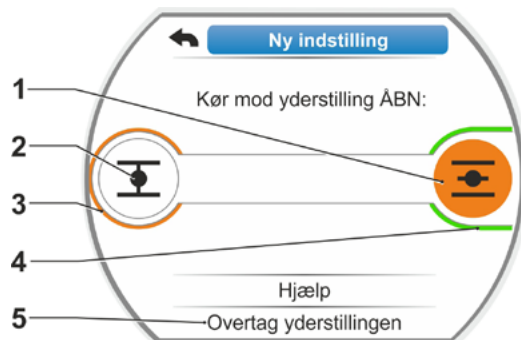

Fig. 6: Kør mod yderstilling hen mod ÅBN
Displayet skifter til indstillingen af yderstillinger, og brugeren opfordres til at køre til yderstillingspositionen ÅBN (fig. 6). Kørsel hen imod ÅBN tilbydes: Symbolet yderstilling ÅBN har orange baggrund (fig. 6, pos 1). Hvis der skal køres i den anden retning, skal Drive Controlleren drejes, og den orange markering placeres på symbolet LUK (fig. 6, pos. 2).
- Yderstilling LUK = drejningsmomentafhængig (fig. 6, pos. 3) og
- Yderstilling ÅBN = vandringsafhængig (pos. 4)